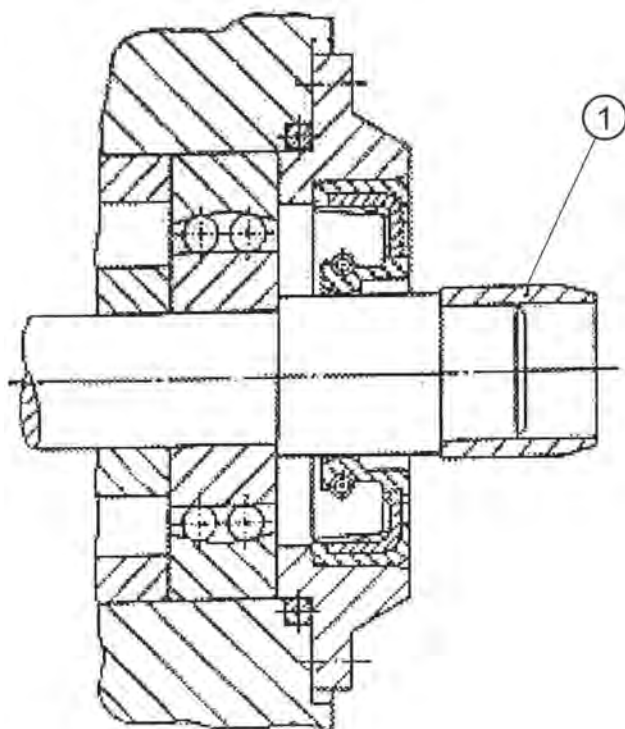
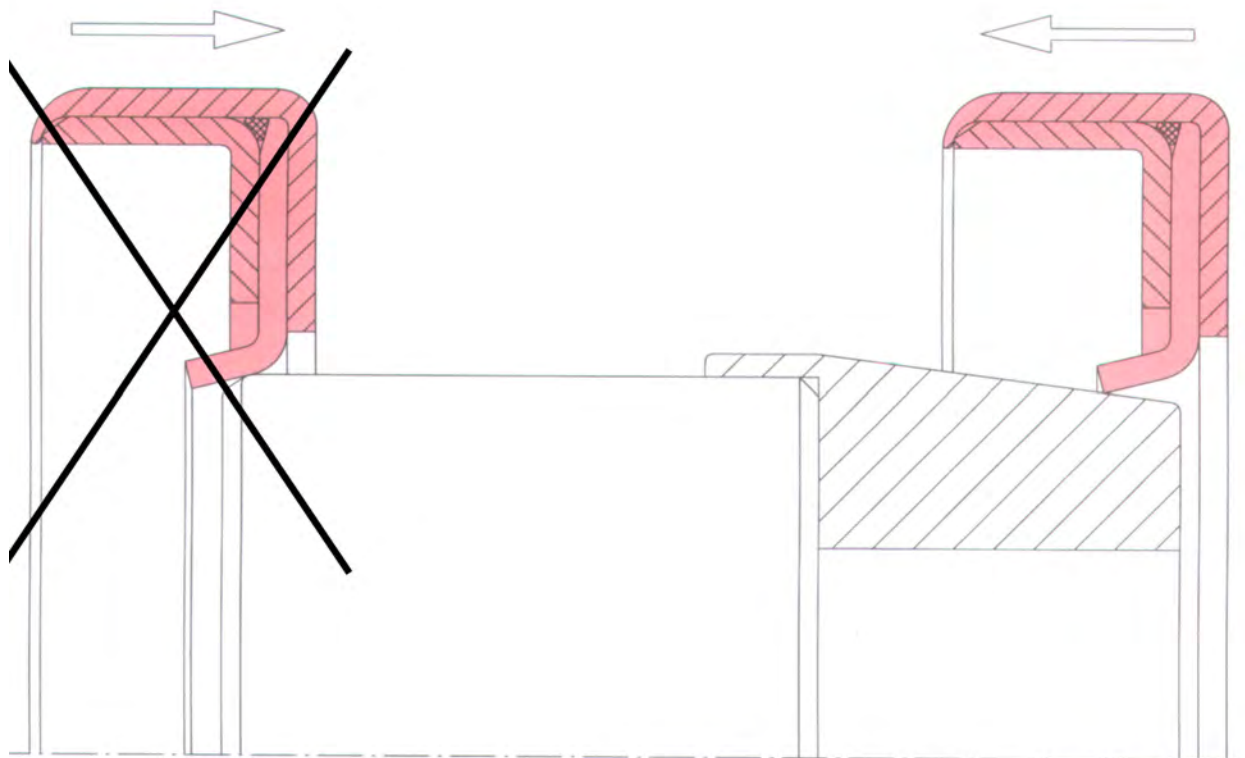

Figura 3: Boccola di montaggio con smusso
Figura 4: Montaggio anello di tenuta albero radiale con labbro di tenuta in PTFE
6. Se necessario, utilizzare spine, ovvero boccole di montaggio (ad es. motore a V lato volano, figura 3), (per BR3 e BR6 vedere figura 4).
7. Prima di montare un anello di tenuta albero radiale con labbro di tenuta in PTFE, l'anello deve essere allungato per circa 1 ora. A tale scopo si utilizza una speciale boccola di pre-allungamento o la boccola di montaggio. Prima di applicare l'anello di tenuta sulla boccola, piegare manualmente il labbro di tenuta approssimativamente nella posizione nominale (figura 4).